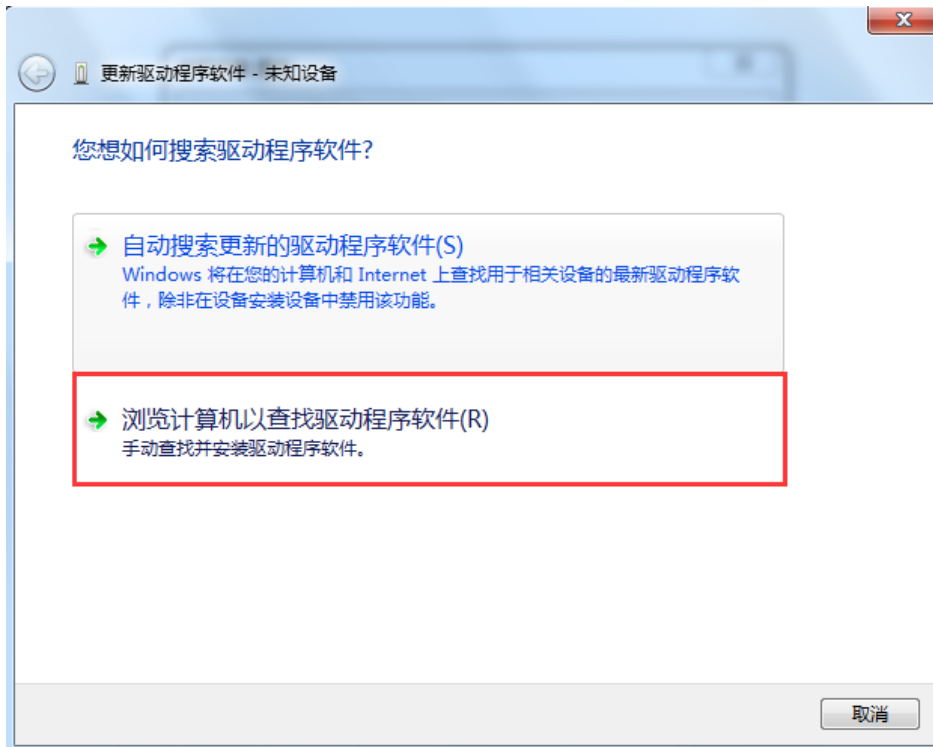

图 6 驱动程序软件查找方式
- 右击“未知设备”，再选中“更新驱动”，弹出图 6 提示,选择“浏览计算机以查找驱动程序软件(R)”。